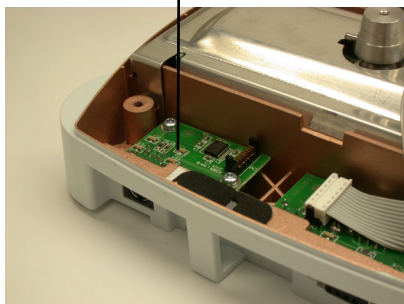

Abbildung 2C
7. Die zweite RS232-Platine über den entsprechenden Ständern montieren, dann mit den zwei mitgelieferten Schrauben befestigen (siehe Abbildung 2C).